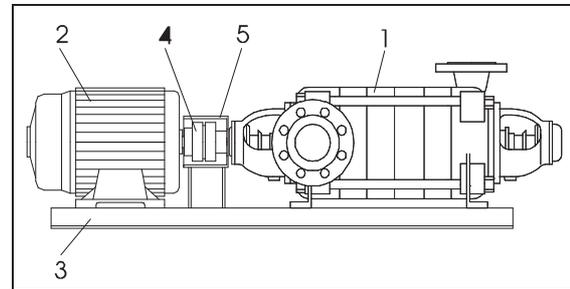

Abbildung 3: Lieferumfang GH als Komplettaggregat
- als Komplettaggregat bestellt werden, d. h. fertig montiert auf Grundplatte mit Antriebsmotor, Kupplung und Kupplungsschutz (→ Abbildung 3, S.12).